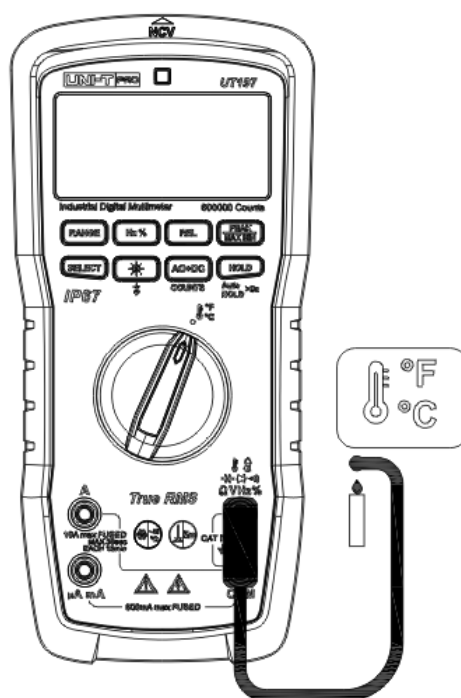

Figure 17
14. Mesure de la température (Figure 17)